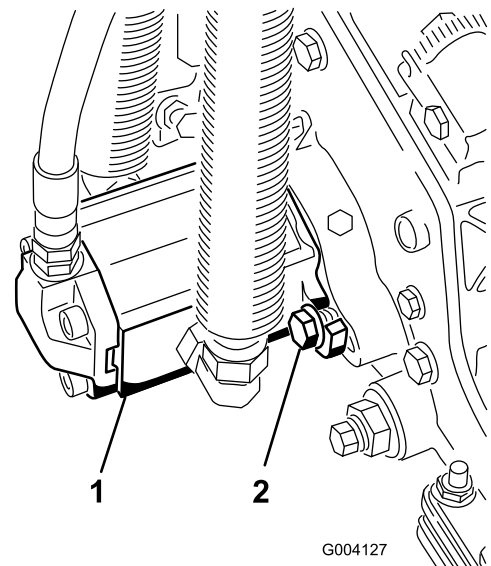

図 14
16. モータを手を持ち、右回りにひねってモータのフランジをボルトから逃がしながら、キャップスクリューにモータをセットする (図 14)。モータを左回りにひねって、ボルトにフランジをしっかりと掛け、ボルトを締めてモータを固定する。